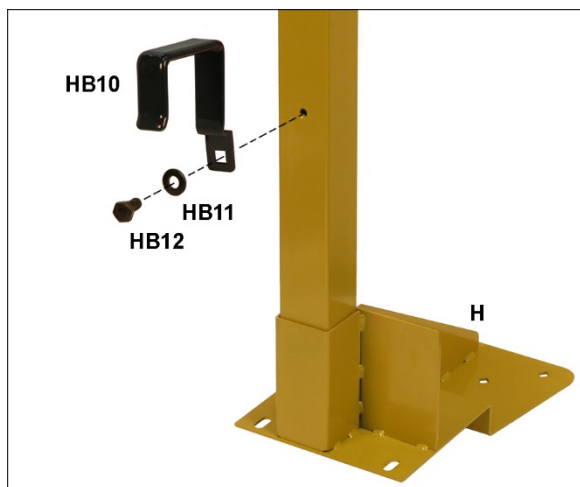

Рисунок 7-2
- Закрепите крюки для хранения упора (HB10) на две левых ножки стола. См. рисунок 7-2. Расположите крюк так, как показано на рисунке, чтобы он был повернут правильно при перевороте ножки в рабочее положение. Затяните винт.